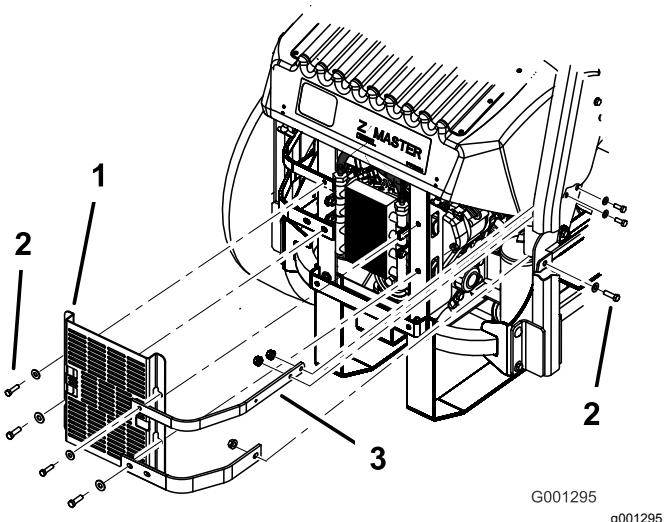

Figure 78
12. Montez l'écran du refroidisseur d'huile et les barrettes du moteur sur le bâti arrière au moyen des 4 boulons retirés précédemment (Figure 78).
13. Fixez les barrettes du moteur au côté de la machine (Figure 78).